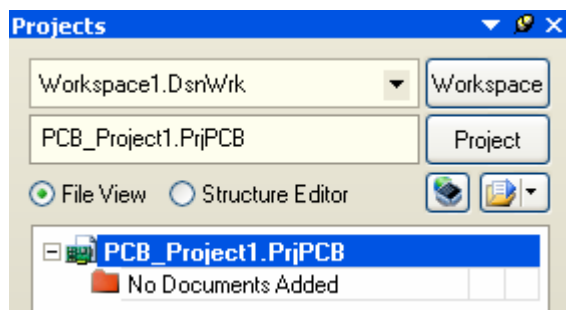

图 6-1 PCB 工程的创建
2. 显示 Projects 面板框显示在屏幕上。新的工程文件 PCB_Project1.PrjPCB 已经列于框中，并且不带任何文件，如图 6-1 所示。
- 12.放置 R3 和 R4 如图 6-1 所示，并通过点击右键或 ESC 退出。